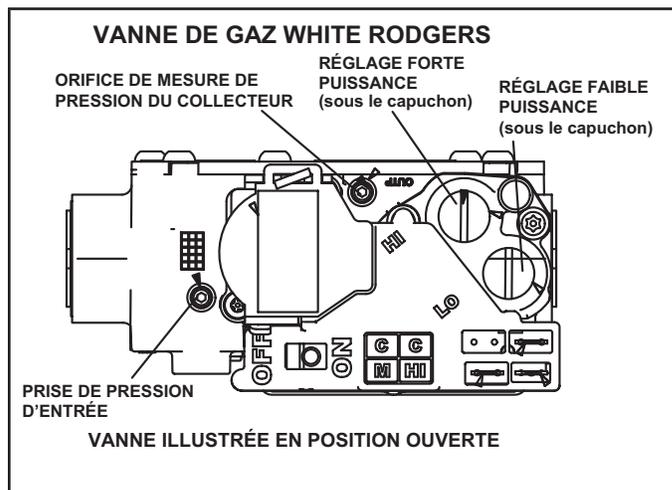

Figure 67
Fonctionnement de la vanne de gaz (Figure 67)
- 6 - Mettez l'interrupteur de la vanne de gaz sur « OFF ». Reportez-vous à la Figure 67.
- 8 - Mettez l'interrupteur de la vanne de gaz sur « ON ». Reportez-vous à la Figure 67.
Une connexion située sur la vanne de gaz permet d'accéder à la pression d'alimentation. Reportez-vous à la Figure 67. Dévissez la vis à tête hexagonale de 3/32 d'un tour, branchez un tube de 5/16 po et branchez un manomètre pour mesurer la pression d'alimentation. Reportez-vous au TABLEAU 29 pour la pression de la conduite d'alimentation.
Une connexion située sur la vanne de gaz permet d'accéder à la pression du collecteur. Reportez-vous à la Figure 67. Dévissez la vis à tête hexagonale de 3/32 d'un tour, branchez un tube de 5/16 po et branchez un manomètre pour mesurer la pression du collecteur.